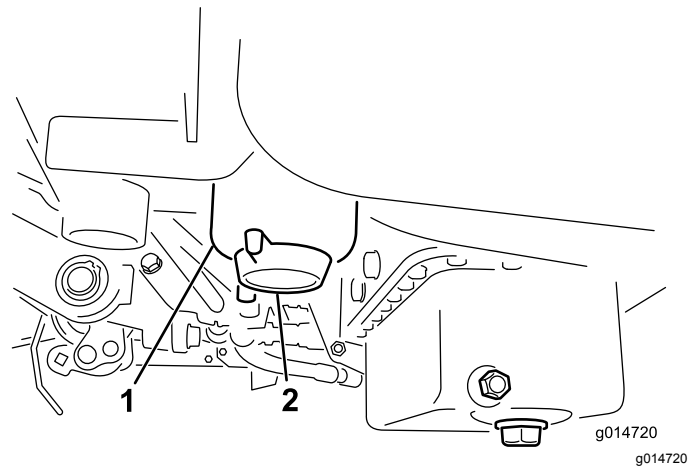

Bild 48
2. Reinigen Sie den Anbaubereich der Filterglocke (Bild 48).
4. Öffnen Sie die Filterablassschraube (Bild 48).